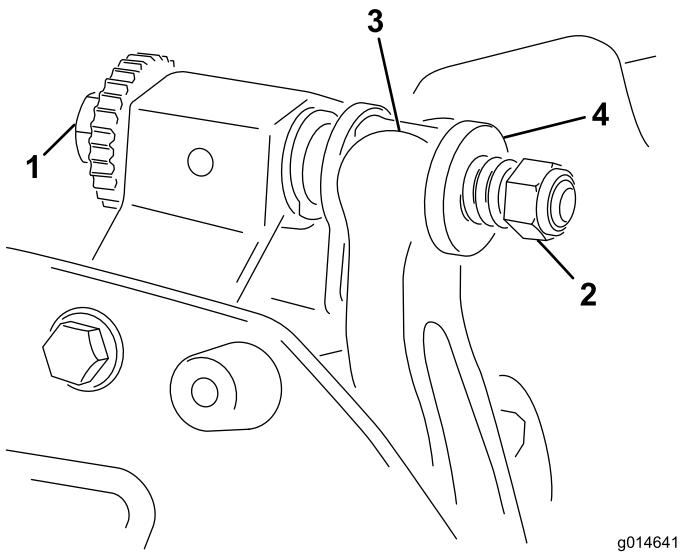

Рисунок 19
- Поверните регулировочный винт планки неподвижного ножа против часовой стрелки, чтобы отвести неподвижный нож от барабана (Рисунок 19).
- Отвинчивайте гайку натяжения пружины до тех пор, пока шайба больше не будет нажимать на планку неподвижного ножа (Рисунок 19).